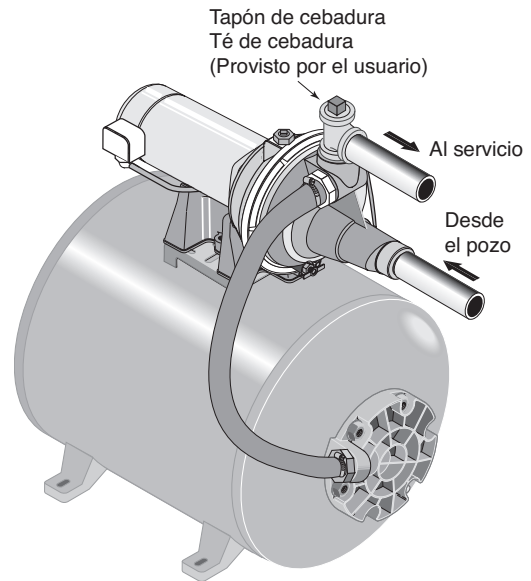

Figura 1
Cuando se use una válvula de pie, se recomienda usar un Té y tapón de cebadura como se ilustra en la Figura 1.
**AVISO:** Para cebar la bomba correctamente, instale un tubo en T en la tubería de descarga (consulte la Figura 1, página 31).
1. Retire el tapón de cebadura (adquirido por separado, Figura 1, página 31).